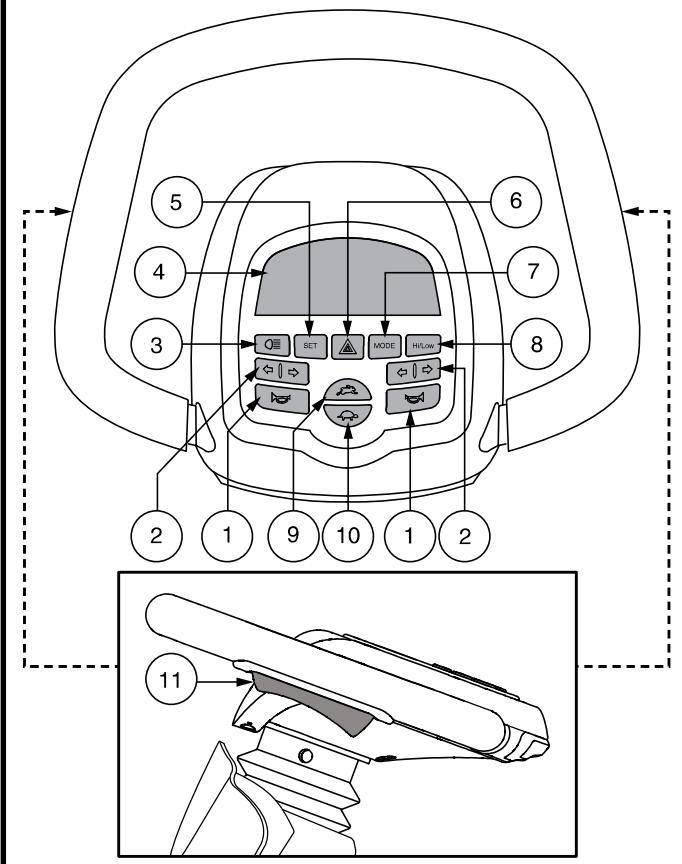

Figura 4. Pannello di Controllo LCD - B
La console e il lato inferiore del manubrio ospitano tutti i controlli necessari alla guida dello scooter incluso il pannello di controllo LCD, le leve di controllo, l'interruttore della chiave, e il potenziometro di velocità. Vedere figura 4.
Il pannello di controllo LCD offre comode informazioni intuitive tramite lo schermo LCD. Vedere figura 4. Lo schermo LCD si utilizza anche per l’attivazione delle diverse impostazioni del pannello di controllo.
- Premere una volta il pulsante High-Low per impostare la velocità sulla regolazione alta. L'indicatore High-Low viene visualizzato sullo schermo LCD. **Vedere figura 4.** L'uso di questa impostazione insieme ai pulsanti di regolazione della velocità consente allo scooter di raggiungere la velocità massima pre-programmata.
**NOTA:** Maggiore è il numero delle barre illuminate all'interno dell'indicatore di velocità massima, maggiore sarà la velocità massima pre-selezionata. **Vedere figura 4.**
Queste leve consentono di controllare la velocità dello scooter sia a marcia in avanti che in retromarcia fino alla velocità massima preimpostata utilizzando gli appositi pulsanti di regolazione. Una leva di controllo è situata su ciascuno dei lati inferiori del manubrio, sinistro e destro. **Vedere figura 4.**